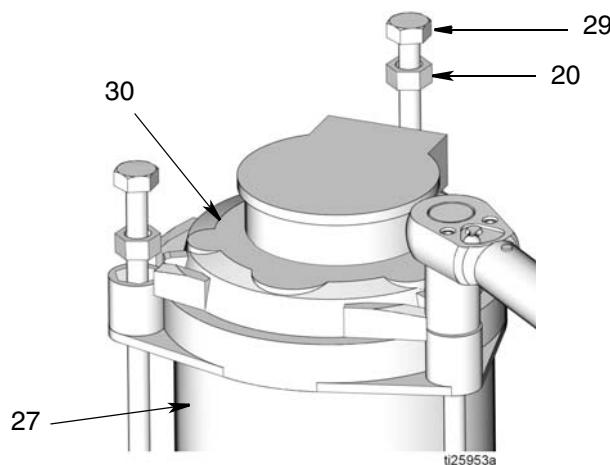

图 14
9. 使用扳手拆下拉杆（29）。松开对角线模式中的拉杆，渐渐小心松开每个拉杆，直至所有拉杆完全松开。拆下拉杆（29）和垫片（20）。参见图 14。
10. 从液箱（27）上拆下盖子（30）（图 14）。